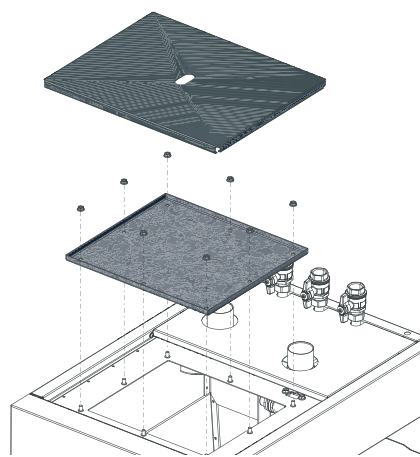

Fig. 74 Rimuovere la copertura sulla parte anteriore, togliere i dadi, estrarre il coperchio di revisione
- ▶ Rimuovere la copertura anteriore vicino al serbatoio – Fig. 74.
- ▶ Rimuovere gli 8 dadi nella parte superiore vicino al coperchio di revisione ed estrarre quest'ultimo – Fig. 74.
- ▶ Inserire i pellet nella stiva attraverso l'apertura di revisione con un piccolo secchio – Fig. 74.